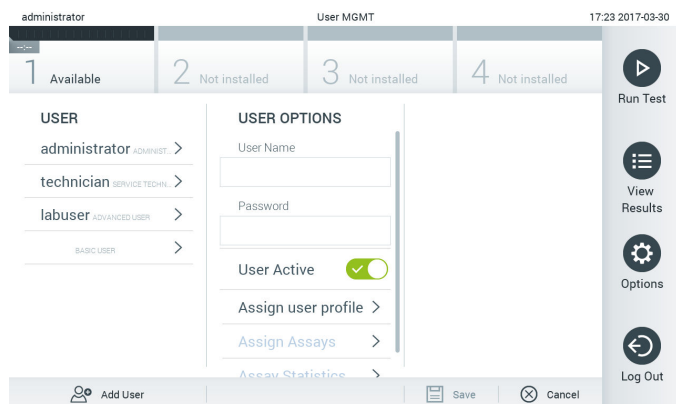

Figura 56. Adăugarea unui utilizator nou.
1. Apăsați butonul **Options** (Opțiuni), apoi butonul **User Management** (Gestionarea utilizatorilor) pentru configurarea utilizatorilor. Ecranul **User Management** (Gestionarea utilizatorilor) apare în zona de conținut a afișajului (Figura 56, pagina următoare).